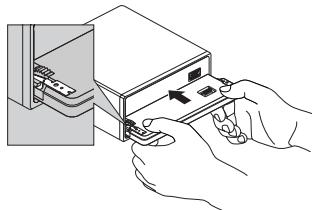

Fig. 12
- 2. Reinstale el panel delantero en la unidad. (Fig. 12)**